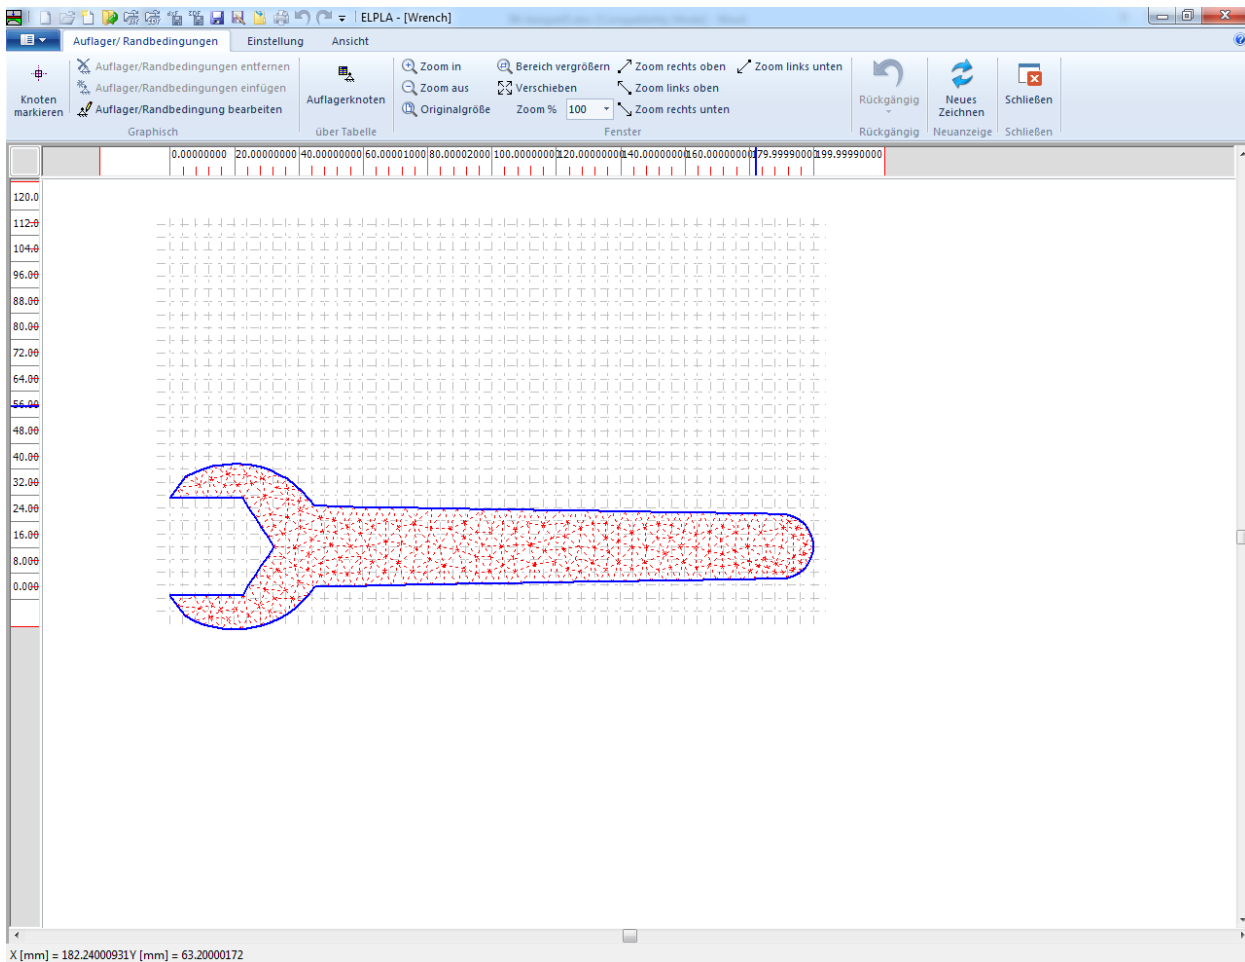

Bild 5.19 "Auflager/ Randbedingungen" Fenster
- Wählen Sie "Daten der Auflager/ Randbedingungen" aus der Registerkarte "Daten". Das folgende Fenster im Bild 5.19 erscheint
- Wählen Sie den Befehl "Knoten markieren" aus dem Menü "graphisch" im Bild 5.19. Wenn der Befehl "Knoten markieren" gewählt wird, ändert sich der Cursor von einem Pfeil zu einem Kreuz